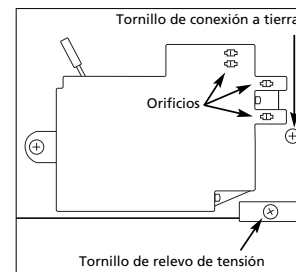

Figura 3
- Ubique los orificios posteriores del presostato (Vea la Figura 3). Introduzca la punta de un desarmador pequeño dentro de estos orificios para sacar los alambres.
- Desconecte el tornillo de conexión a tierra (Vea la Figura 3).
- Desconecte el tornillo del relevo de tensión (Vea la Figura 3).